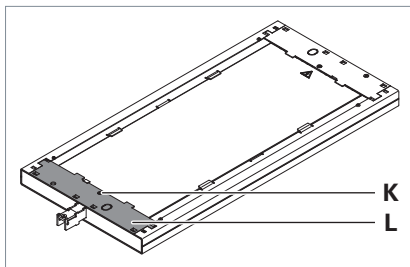

Fig. 5: Abdeckung entfernen.
- ▶ Drehen Sie die Schraube **K** aus der Abdeckung **L** siehe Fig. 5.